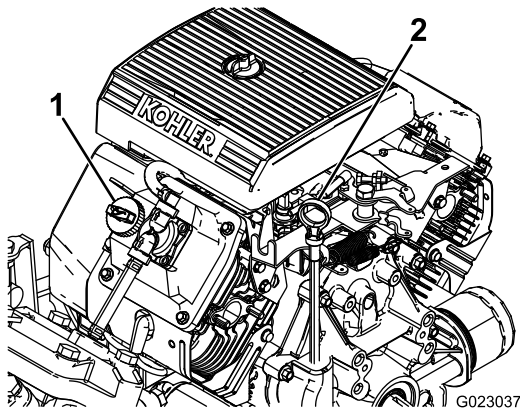

Figura 10
2. Scoateți joja și tergeți-o cu o lavetă curată (Figura 10).
4. Dacă nivelul uleiului este scăzut, îndepărtați capacul de umplere de pe capacul supapei (Figura 10) și turnați ulei în orificiu până când nivelul ajunge la marcajul complet PLIN de pe jojă; consultați Lucrări de service cu privire la uleiul de motor \(Pagină 51\) pentru tipul de ulei și vâscozitatea adecvate.